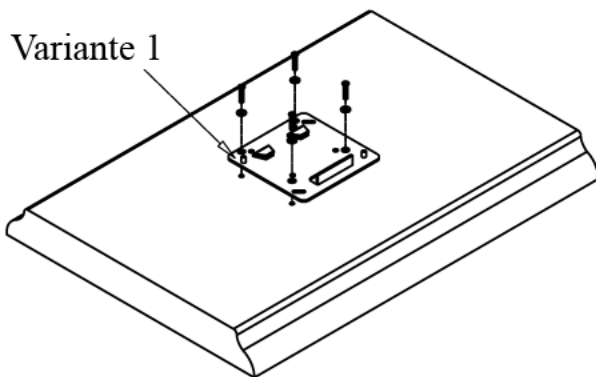

Abb. 7
Variante 1 Legen Sie das Gerät umgekehrt auf eine ebene, weiche Fläche. Befestigen Sie die Verbindungsplatte (B) auf der Geräterückseite. (Abb. 7)